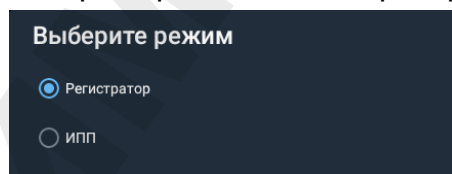

Рисунок 16 – Окно выбора режима
3.6.3.3 Если прибор не находится в режиме «Регистратор», то необходимо нажать на раздел «Режим», чтобы изменить режим работы прибора. Появится окно изменения режима работы (рисунок 16). Выберите режим «Регистратор».